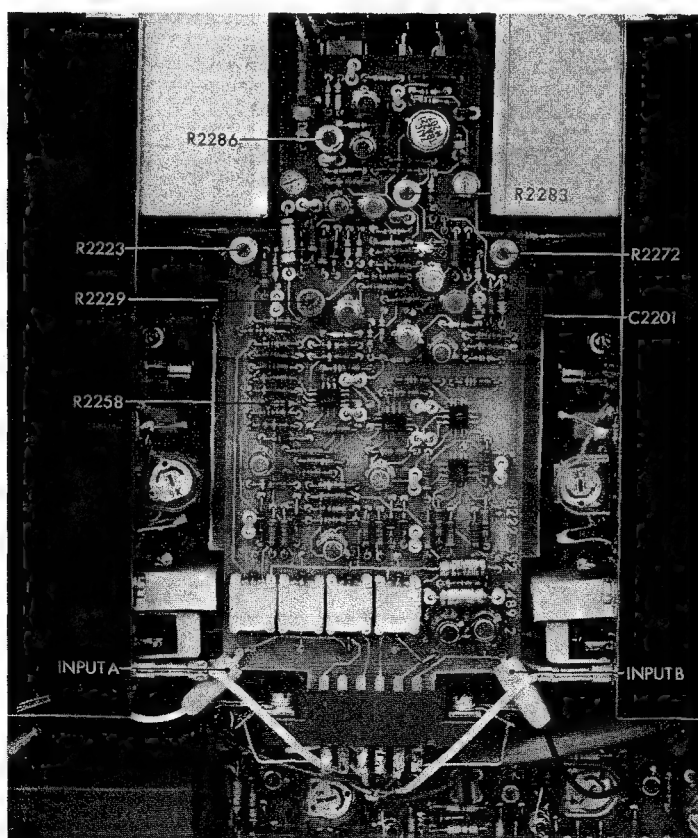

Abb. 3.2.3. Einstellorgane der Multiplikatorplatte
- Mit einem Digital-Multimeter prüfen, ob die Spannung an Eingang A der Multiplikatorleiterplatte (siehe Abb. 3.2.3.) nicht mehr als $\pm 0,5$ mV von der am Emitter von TS113 gemessenen Spannung abweicht. Falls erforderlich, R2258 auf der Multiplikatorleiterplatte neu einstellen (siehe Abb. 3.2.3.).
- Mit einem Digital-Multimeter prüfen, ob die Spannung an Eingang B der Multiplikatorleiterplatte (siehe Abb. 3.2.3.) nicht mehr als $\pm 0,5$ mV von der am Emitter von TS313 gemessenen Spannung abweicht. Falls erforderlich, R452 auf der Zwischenverstärker-Leiterplatte neu einstellen (siehe Abb. XIV-7 in der Anleitung des PM 3250).
- Falls erforderlich, Potentiometer R2229 neu einstellen (siehe Abb. 3.2.3.).
- Falls erforderlich, Potentiometer R2283 neu einstellen (siehe Abb. 3.2.3.).
Falls erforderlich, R2223 neu einstellen (siehe Abb. 3.2.3.).
- Falls erforderlich, Potentiometer R2272 neu einstellen (siehe Abb. 3.2.3.).
Falls erforderlich, Potentiometer R2286 neu einstellen (siehe Abb. 3.2.3.).
Falls erforderlich, Kondensator C2201 einstellen (siehe Abb. 3.2.3.).